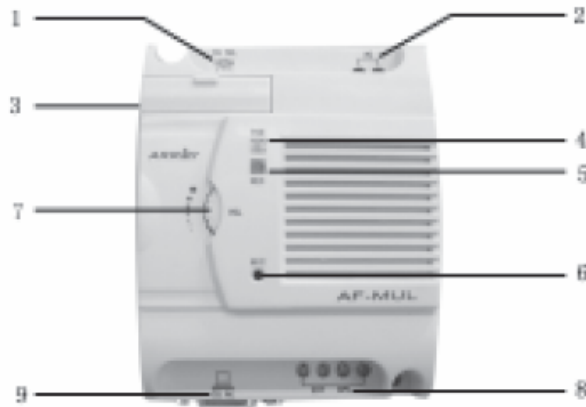

Рис. 6.1 Вид речевого модуля AF-MUL
5. Замкните на одну секунду ключ k3. На AF-MUL зажжется индикатор красного цвета, показывающий режим записи (рис. 6.1, поз. 5). Произнесите сообщение: "Пожалуйста, введите пароль" в микрофон MIC (рис.6.1, поз 6).
- 7. Замкните ключ k3 на одну секунду. Зажжется индикатор красного цвета, показывающий режим записи (рис. 6.1, поз. 5).
- 8. Произнесите ваше сообщение: "Пароль правильный. Пожалуйста, введите команду управления" в микрофон MIC (рис.6.1, поз 6).